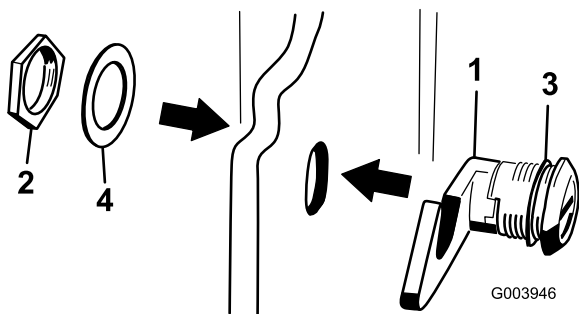

Рисунок 17
3. Отверните гайку с узла защелки капота (Рисунок 17).
4. Снаружи капота вставьте конец защелки с крючком через отверстие в капоте. Убедитесь, что резиновая уплотнительная шайба осталась на наружной стороне капота (Рисунок 17).